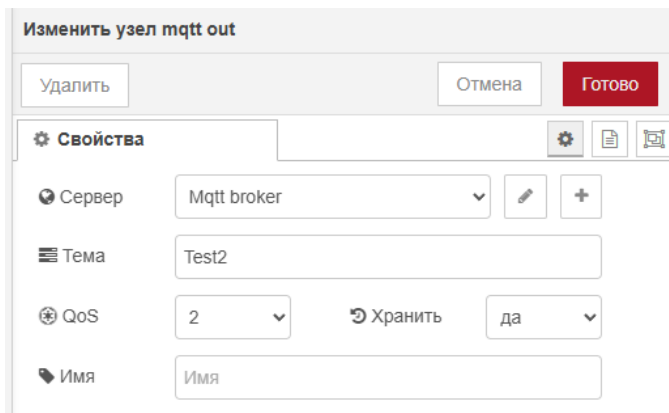

Рис. 3.7. Окно настроек узла MQTT Out
2. Для узла MQTT Out необходимо настроить соединение с брокером MQTT, задать тему опубликованного сообщения, указать параметр QoS, установить значение хранить – «да», если нужно, чтобы последнее сообщение сохранялось в брокере (см. рис. 3.7).